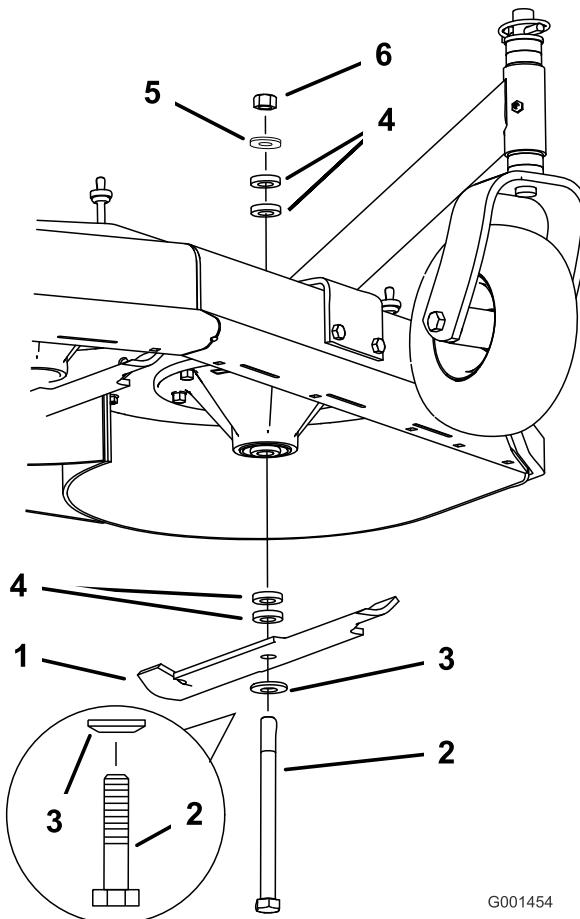

Figure 62
2. Enlevez de l'axe, l'écrou, la rondelle mince et la rondelle bombée, la lame, les entretoises et la rondelle bombée (Figure 62).
1. Montez le boulon, la rondelle bombée et la lame. Choisissez le nombre correct d'entretoise(s) pour la hauteur de coupe, et insérez le boulon dans l'axe (Figure 62).
2. Posez la ou les dernière(s) entretoise(s) et fixez-la ou les en place avec une rondelle mince et un écrou (Figure 62).